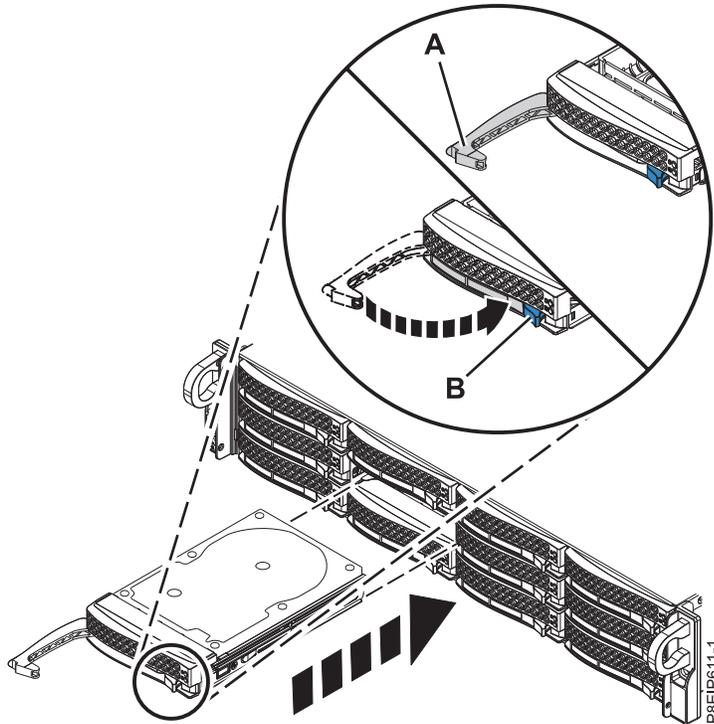

Figura 19. Detalle de bloqueo de la unidad de disco
7. Bloquee el asa de la bahía de unidad (A) presionando el pestillo de liberación del asa hasta que encaje en (B) como se muestra en la Figura 19 en la página 22.